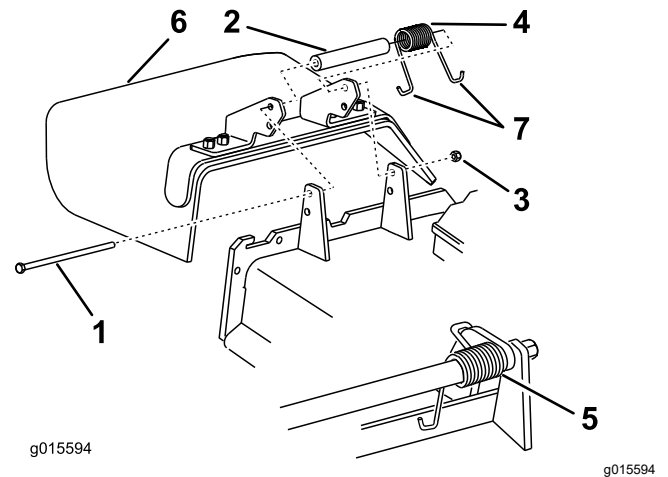

Figura 100
1. Retire la contratuerca, el perno, el muelle y el espaciador que sujetan el deflector a los soportes de pivote (Figura 100).
2. Retire el deflector de hierba dañado o desgastado (Figura 100).
- Nota:** Asegúrese de colocar un extremo con gancho en J del muelle detrás del reborde de la carcasa antes de instalar el perno, según se muestra en Figura 100.
6. Coloque 1 extremo en J del muelle alrededor del deflector de hierba (Figura 100).